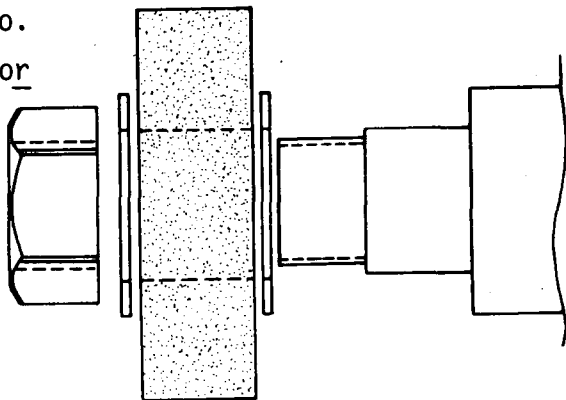

Fig. 3
- b Monte o rebolo no mandril porta-rebolo (fig. 3).